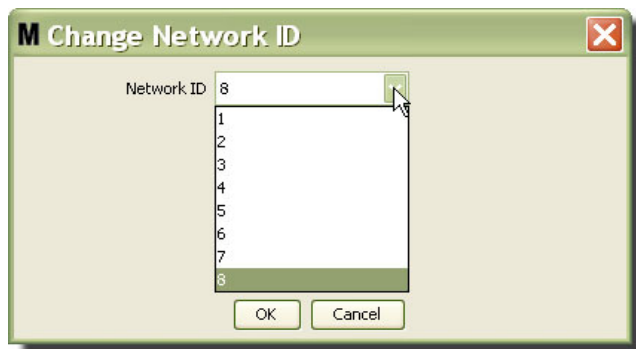

FIG. 60
3. Del menú desplegable de números de ID de red disponibles, seleccione los números de ID de red asignados a su ubicación (FIG. 60). Haga clic en Aceptar para cerrar la pantalla y guardar los cambios.